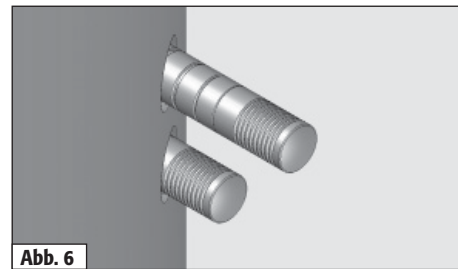

Abb. 6
Bedienelemente einstellen	Primärluftschieber (I) schließen Sekundärluftschieber (II) auf Einkerbung 3-4 (Abb. 6)